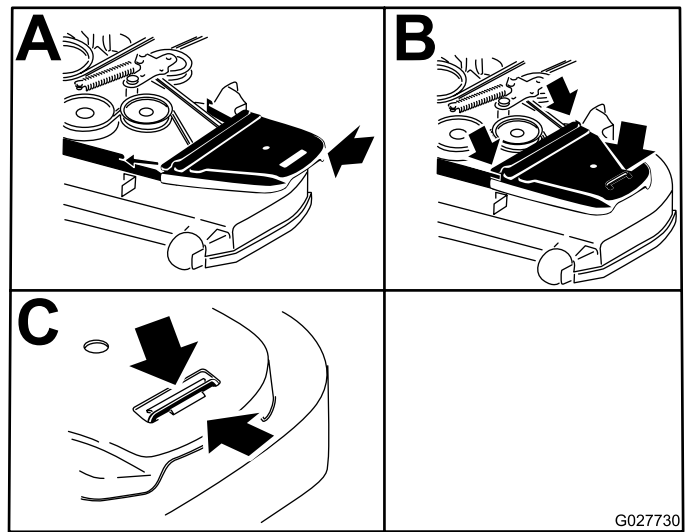

Bild 62
10. Bringen Sie die Riemenabdeckungen an und ziehen Sie die Schrauben fest (Bild 62).